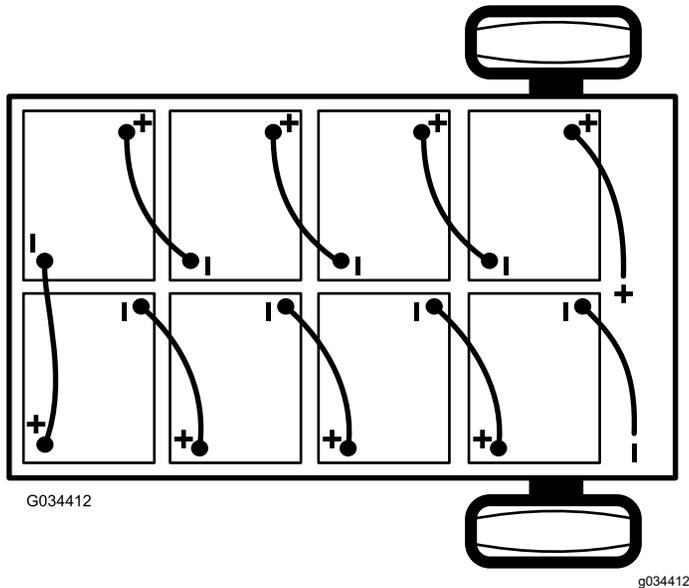

Figure 43
2. Débranchez le câble négatif principal (noir) de la batterie qui relie la rangée de batteries au point de masse de la machine (Figure 43).
3. Débranchez le câble positif principal (rouge) qui relie la rangée de batteries au contacteur principal de la machine (Figure 43).
Remarque: Observez la polarité lors de la mise en place des batteries neuves (Figure 43).
6. Reliez les batteries entre elles, comme montré à la Figure 43, avec les câbles d'interconnexion que vous avez retirés à l'opération 1.
2. Branchez le câble positif principal (rouge) entre la rangée de batteries et la machine (Figure 43).
3. Branchez le câble négatif principal (noir) entre la rangée de batteries et la machine (Figure 43).